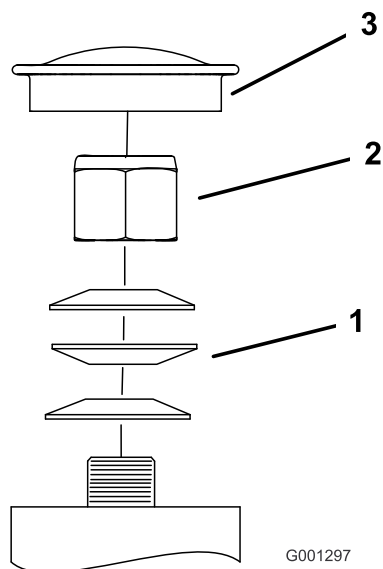

Figura 75
3. Retire el tapón guardapolvo de la rueda giratoria y apriete la contratuerca (Figura 75).
4. Apriete la contratuerca hasta que las arandelas de muelle estén planas, luego afloje la contratuerca $\frac{1}{4}$ de vuelta para establecer la pre-carga correcta de los cojinetes (Figura 75).
Importante: Asegúrese de que las arandelas de muelle están correctamente instaladas, según se muestra en la Figura 75.
5. Coloque el tapón guardapolvo (Figura 75).